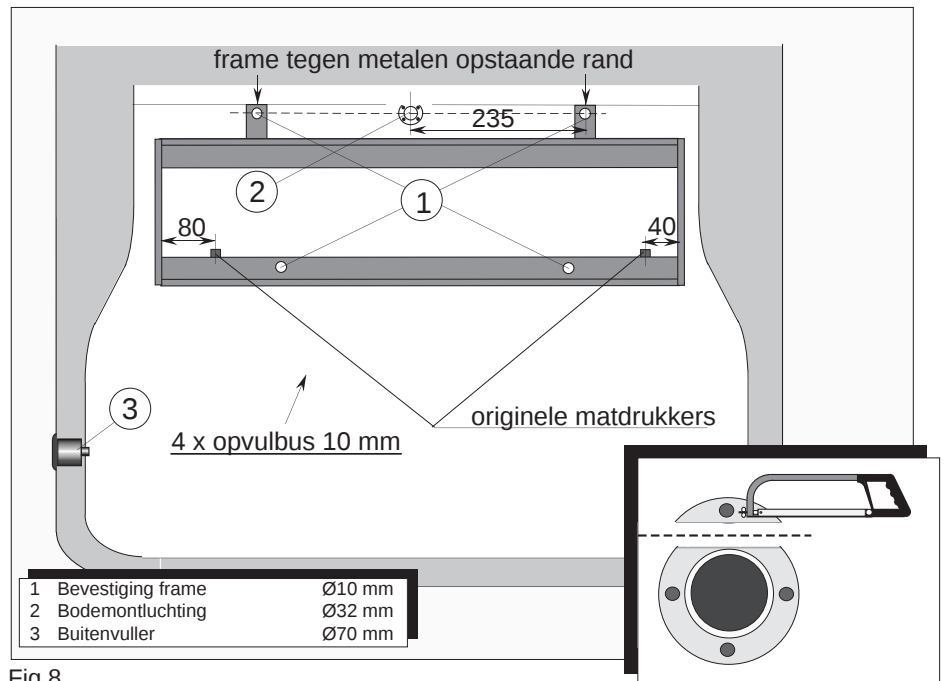

Fig 8
- Leg het frame (zonder opvulbussen) in de auto volgens fig.8